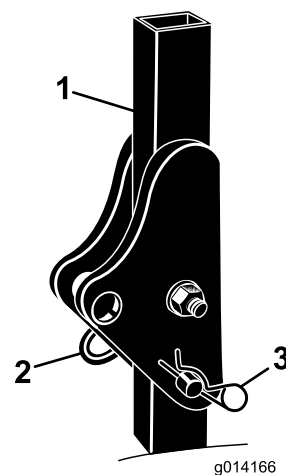

図 5
- 機体の左右で保護バーからヘアピン 2 本と、ピン 2 本を外す 図 5。
- ROPS バーチカットを立て、ピン 2 本とヘアピン 2 本で固定する 図 5。